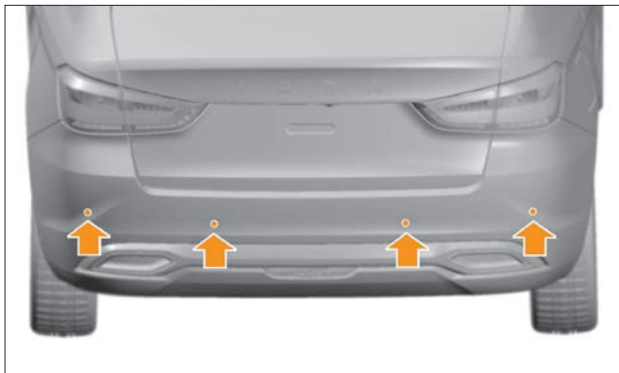

Рис. 5.15.1. Задние датчики четырехканальной СБП
- четырехканальная СБП имеет четыре датчика в заднем бампере (рис. 5.15.1);